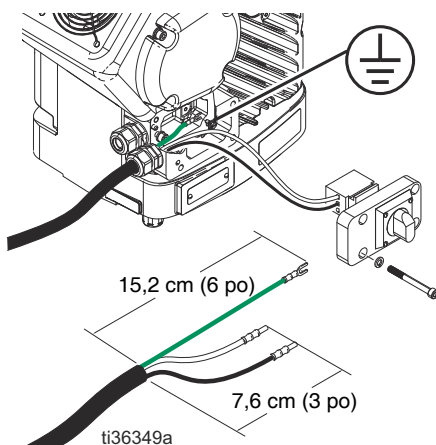

FIG. 1 : Cordon d'alimentation
- Ajouter au besoin des embouts de fil. Voir FIG. 1.